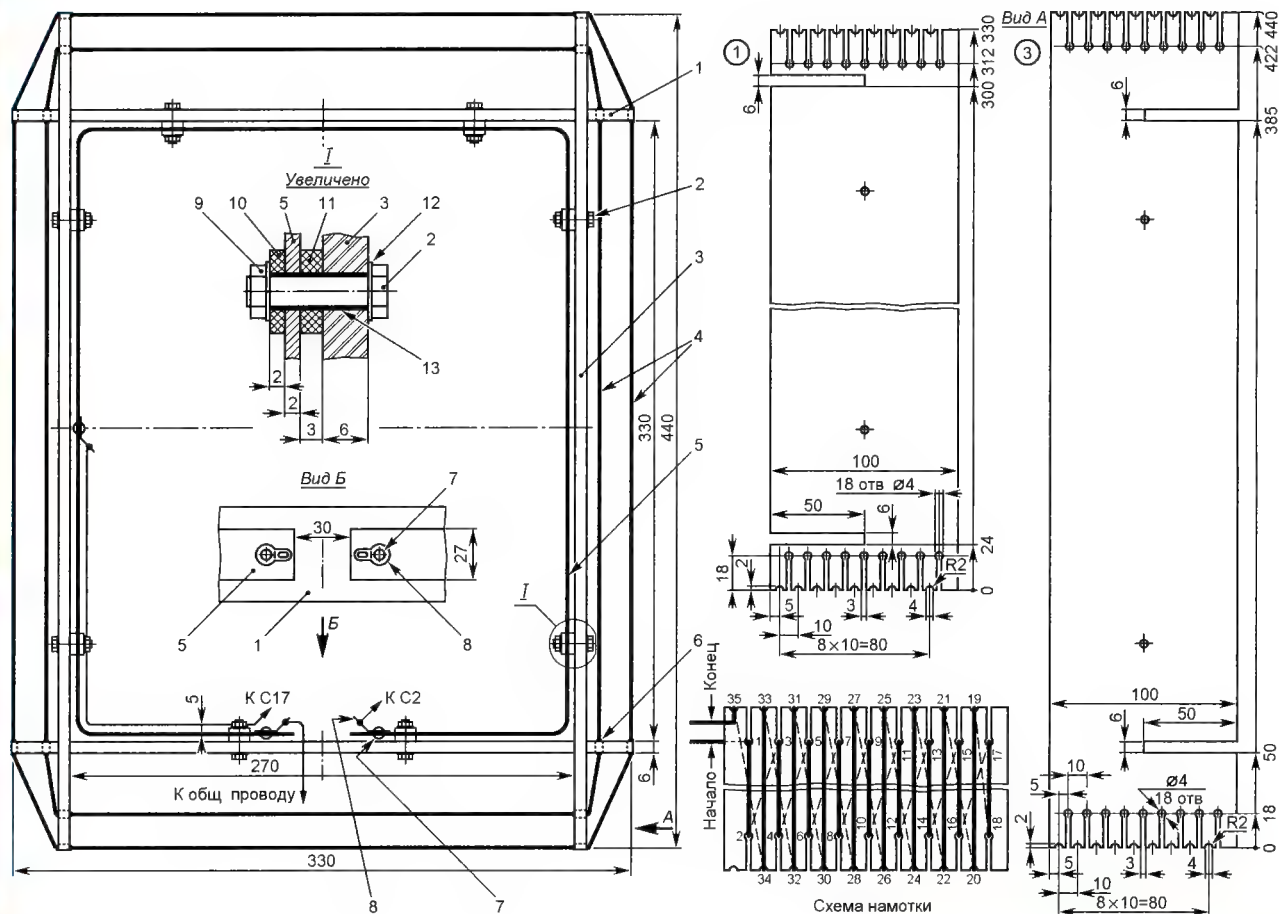

Рис. 2
Устройство и схема намотки рамочной антенны показаны на рис. 2. Её каркас состоит из двух горизонтальных (1) и такого же числа вертикальных (3) планок, изготовленных из древесноволокнистой плиты (ДВП) толщиной 6 мм. Обмотка рамки (по схеме — L1) содержит 17 витков высококачественного многожильного провода (литцендрата)